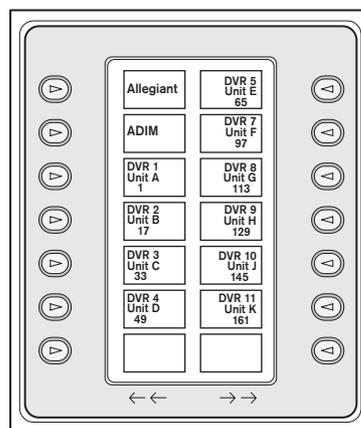

FIGURA 3-2 Menu Seleção principal do produto
1. Prima **PROD** para colocar o teclado em *Modo de Selecção de Produto*. O ecrã de teclas virtuais apresenta o menu *Selecção do Produto* (consulte a FIGURA 3-2).
1. Prima **PROD** para visualizar o menu *Seleção de produto* (ver FIGURA 3-2).